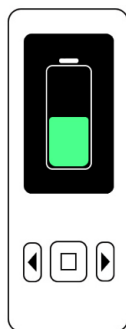

Fig. 7 : Il motore endodontico **X-Smart® Go** è in carica
- Durante la carica, sullo schermo del motore appare l'icona della batteria (vedere sezione [► Fig. 7]). Una volta completata la ricarica, lo schermo del motore e il LED blu della power bank si spengono.